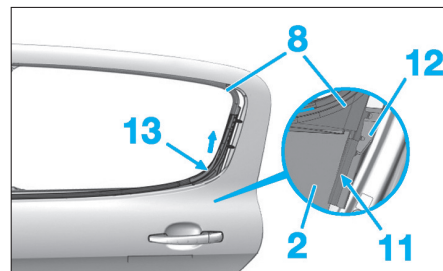

Fig. 121
- Déchasser le joint lècheur extérieur (8) de la partie arrière (11) du guide de coulisse (12) en tirant sur le joint lècheur extérieur (8) et en suivant la flèche (13) (Fig.121).